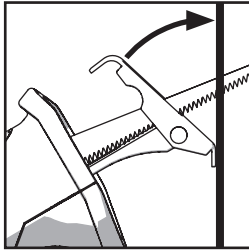

Abb. 7
- Halten Sie die Maschine in einem Winkel zum Werkstück wobei die untere Kante der Werkstück-Kontaktplatte fest am Werkstück aufliegt. **(Abb. 7).**